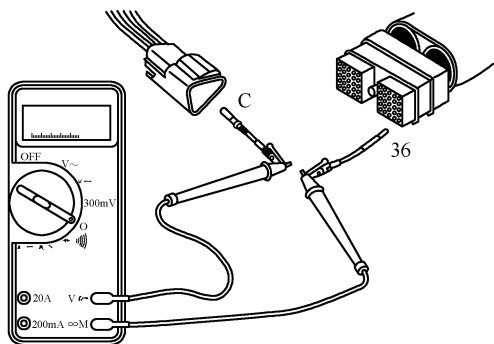

图 5-46 测量触针 36 与触针 C 之间的闭路电阻
③ 测量 ECM 插头触针 36 与 3 针插头触针 C 之间的电阻(图 5-46),应显示闭路,电阻小于 10Ω 。